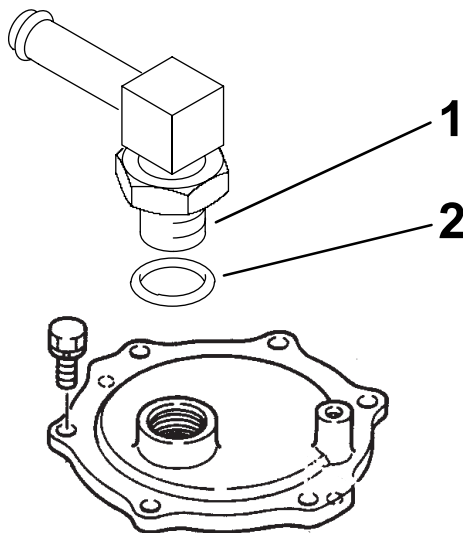

Figure 17
3. Placez le petit joint torique sur le raccord, comme montré à la Figure 17.